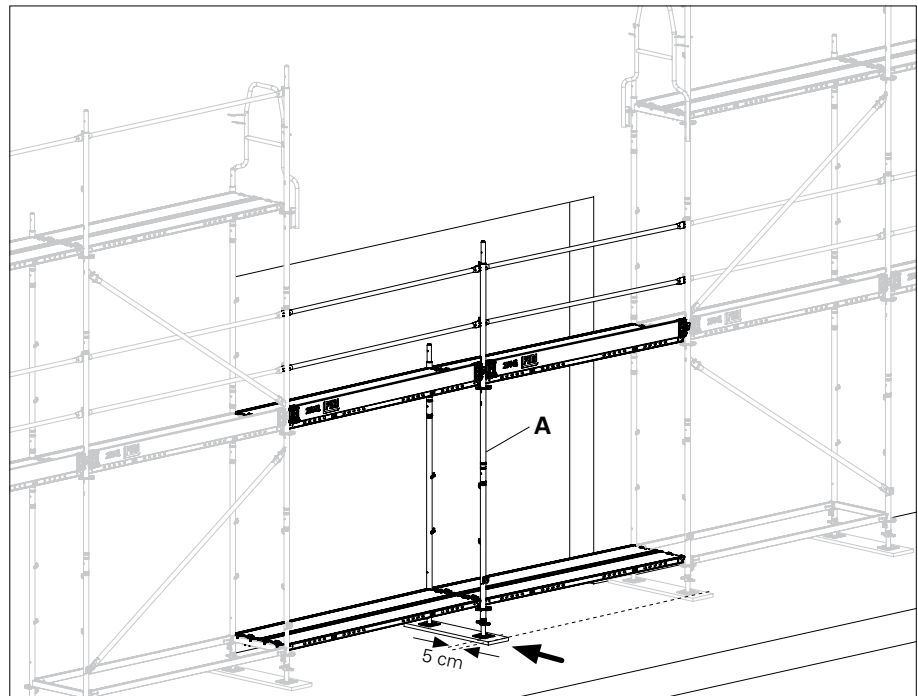

Abb. D4.01
1. Für die Montage der Überbrückung Hilfsgerüst einbauen. Um den Ausbau des Hilfsgerüsts zu ermöglichen den Rahmenczug (A) in der Öffnung ca. 5 cm aus der Gerüstachse verschieben. (Abb. D4.01 + D4.01a)